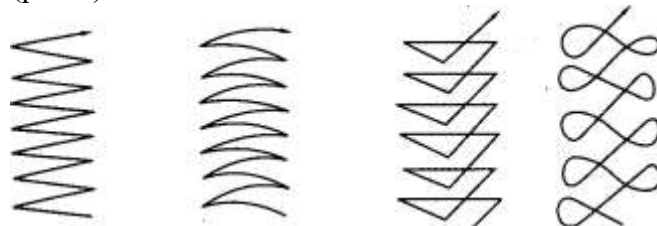

Рис.5 Колебательные движения горелкой при дуговой наплавке
- для лучшего смешивания металла применять колебательные движения: круговые, полумесяц, петлеобразные (рис.5).